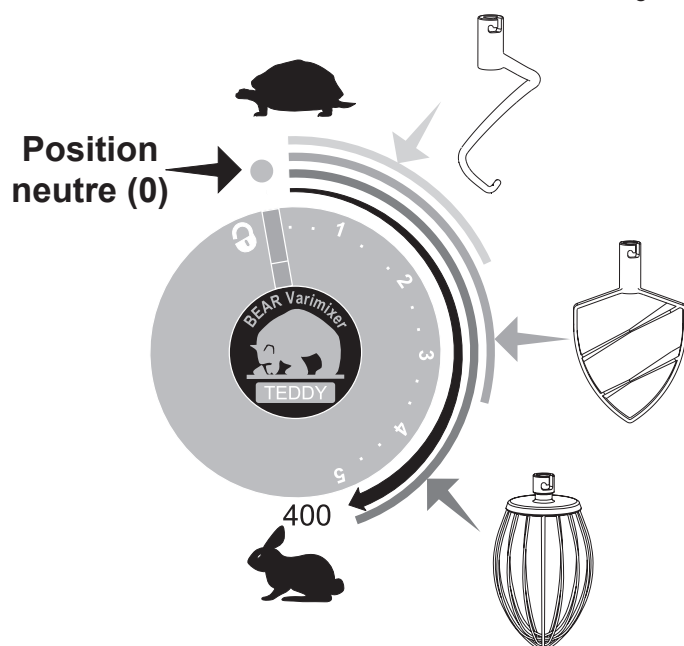

Fig. 2 Vitesses de travail recommandées.
G. Démarrer l'appareil en tournant le bouton de commande dans le sens opposé au symbole de verrouillage et en passant par la vitesse 1. Pour éviter toute projection ainsi que toute émission de poussières de farine, il est recommandé de démarrer en vitesse lente et d'augmenter ensuite progressivement jusqu'à l'obtention de la vitesse désirée (fig. 3C), (voir fig. 2 pour les vitesses de travail recommandées).